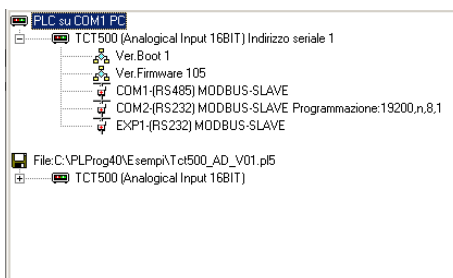

Figura 15.23: finestra di stato. Le impostazioni evidenziate sono relative al PLC collegato
- Le impostazioni del PLC fisicamente connesso al PC (Figura 15.23).